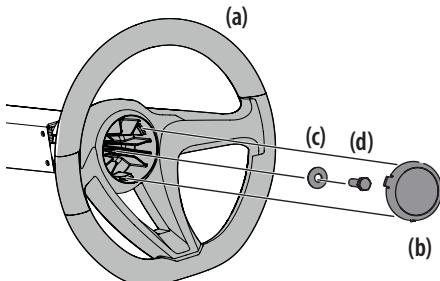

Figura 6
- Extraiga los elementos de herraje para fijar el volante (a) que están debajo de la tapa del volante (b). Extraiga la cubierta con cuidado insertando un destornillador plano pequeño dentro de una de las tres ubicaciones de ajuste a presión, al tiempo que lentamente apalancan la tapa del volante (b) para extraer los herrajes. Consulte la Figura 6.
- Con las ruedas de la máquina ubicadas rectas hacia delante, coloque el volante (a) sobre el eje de dirección. Consulte la Figura 6.
- Coloque la arandela Belleville (c) con el lado cóncavo hacia adentro por encima del volante y ajústela con el tornillo de bloqueo hexagonal (d). Consulte la Figura 6.
- Coloque la cubierta del volante (b) sobre el centro del volante (a), alinee los tres broches de presión con las lengüetas del volante y empuje hacia abajo hasta que haga "clic" en su lugar. Consulte la Figura 6.